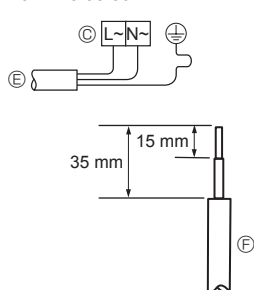
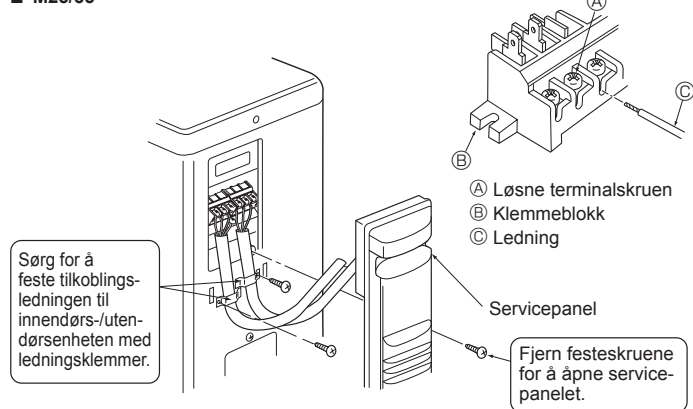
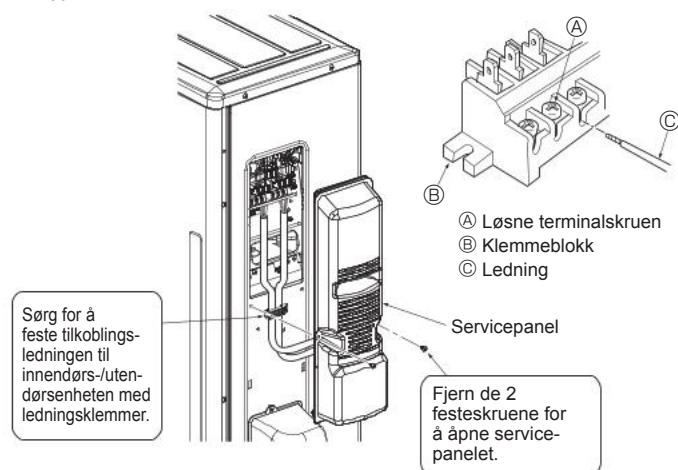

Fig. 6-2
Fig. 6-3
Fig. 6-5
6.1. Utendørsenhet (Fig. 6-1, Fig. 6-2, Fig. 6-3, Fig. 6-4, Fig. 6-5)
- ① Fjern servicepanelet.
- ② Kople til kablene med henvisning til Fig. 6-1, Fig. 6-2, Fig. 6-3, Fig. 6-4 og Fig. 6-5.
- Utfør kabling som vist i figuren nede til venstre. (Anskaff kabelen lokalt) (Fig. 6-2)